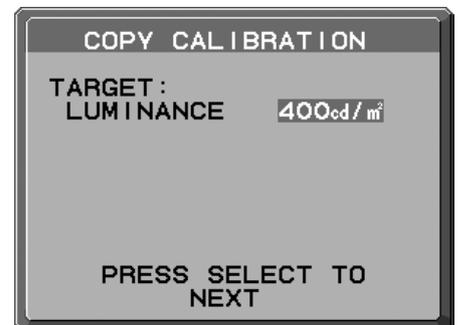

Abbildung C.5
7. Nach dem Kopieren der Informationen von Monitor A wird die Zieleinstellung für die LUMINANZ gespeichert und im OSD-Fenster auf Monitor B angezeigt. Der Zielwert kann nicht angepasst werden (**Abbildung C.5**).